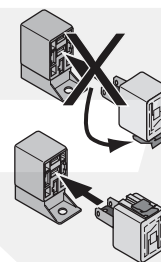

fig. 2
7. Connectez le relais au harnais (voir figure 2).